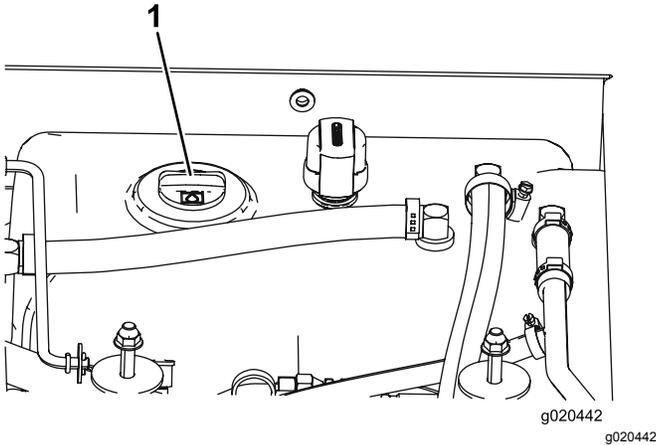

Bild 11
3. Reinigen Sie den Bereich um den Füllstutzen und den Deckel des Hydraulikbehälters (**Bild 11**). Drehen Sie den Deckel vom Füllstutzen ab.